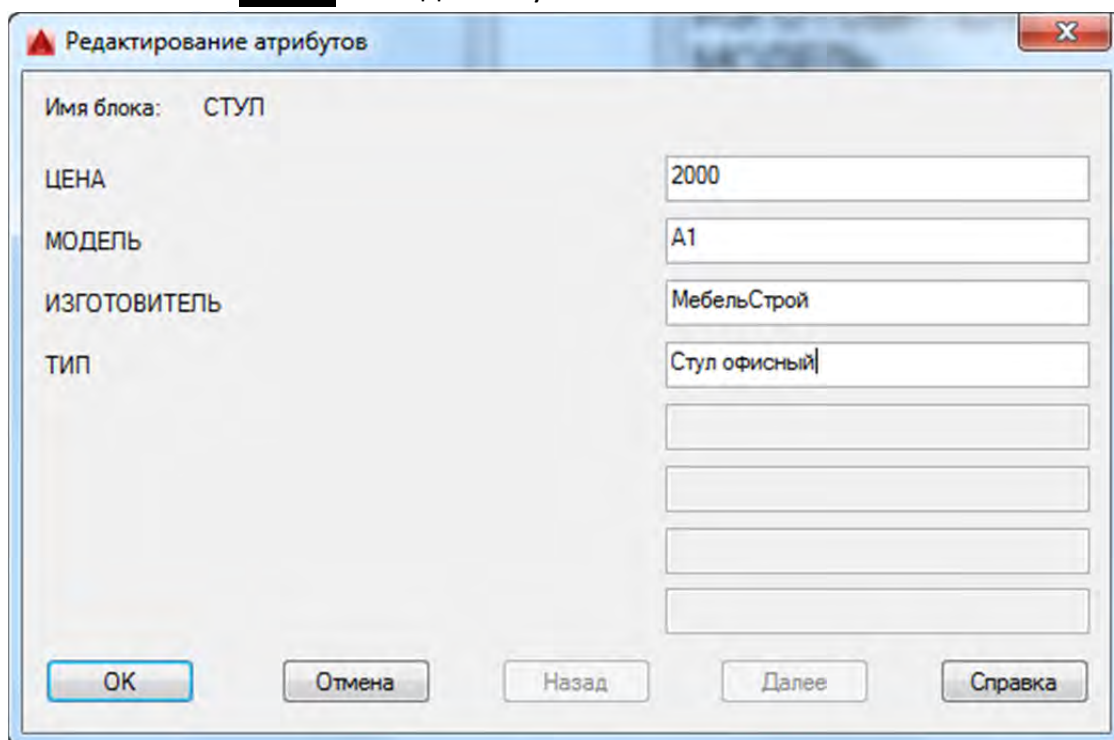

Рисунок 6.4 Диалоговое окно «Редактирование атрибута»
- Attdia – значение «0» значение атрибутов вводятся в командной строке. Значение «1» для ввода значений атрибутов используется диалоговое окно «Редактирование атрибутов» (рисунок 6.4). Для изменения значения переменных их название вводится в командную строку, затем нажимается клавиша **ENTER** и вводится нужное значение.
После заполнения значений атрибута блок будет вставлен в чертеж с указанными значениями атрибута (рисунок 6.4).